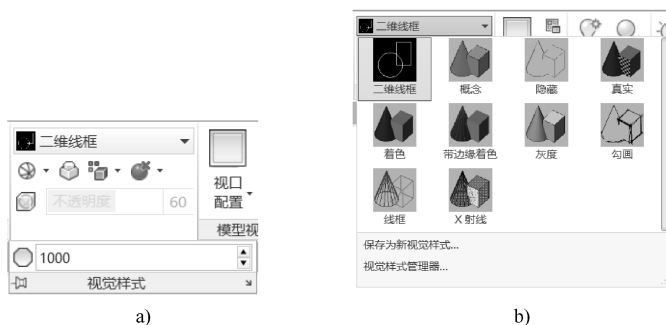

图 13-7 “视觉样式”面板和类型
- 功能区：选择“可视化”选项卡→“视觉样式”面板→“视觉样式”下拉列表框（如图 13-7 所示）。